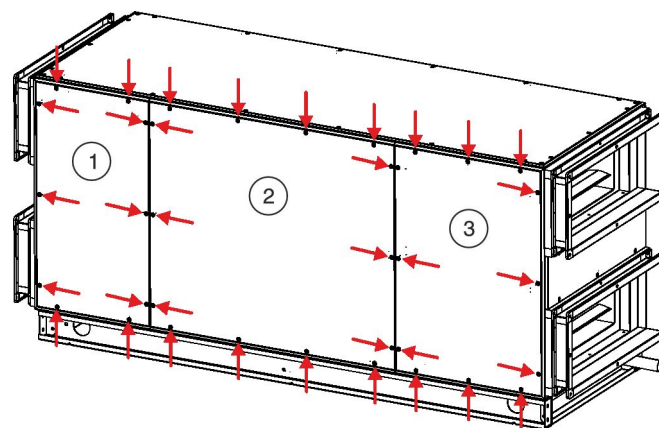

Рис. 55: Задние панели инспекционного доступа
- ▶ Ослабьте винты с тыльной стороны (Рис. 55/стрелки) на трех панелях инспекционного доступа (Рис. 55/1+2+3).
6. ▶ Снимите три панели инспекционного доступа (Рис. 55/1+2+3).